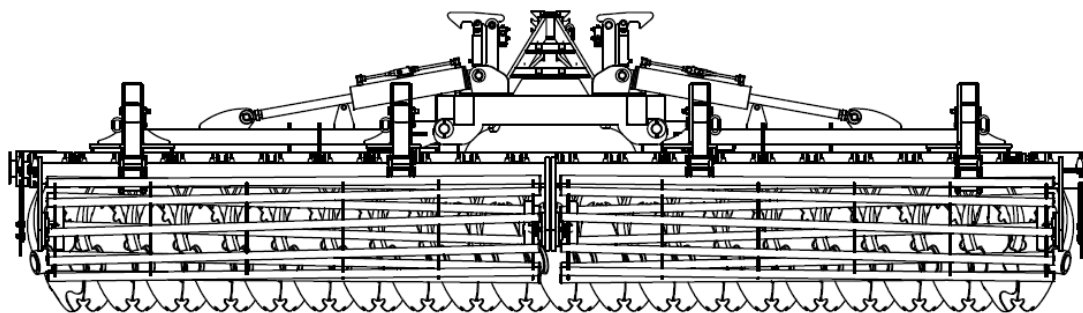

Fig. 11. Vue de la machine à la fin de la séquence d'ouverture des ailes. Les bras de la machine sont complètement ouverts.
5. Pour finir l'opération d'ouverture des bras latéraux, attendre jusqu'à ce que le mécanisme hydraulique ouvre les bras jusqu'à leur position entièrement ouverte. Ne pas interrompre cette opération sans s'assurer que les bras ne sont entièrement ouverts (fig. 11).